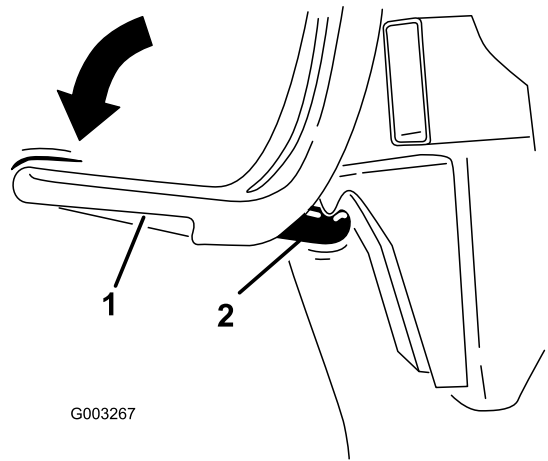

Figura 12
8. Coloque el cierre del ensacador debajo del enganche (Figura 12).
9. Presione hacia abajo sobre el cierre hasta que quede enganchado (Figura 12).